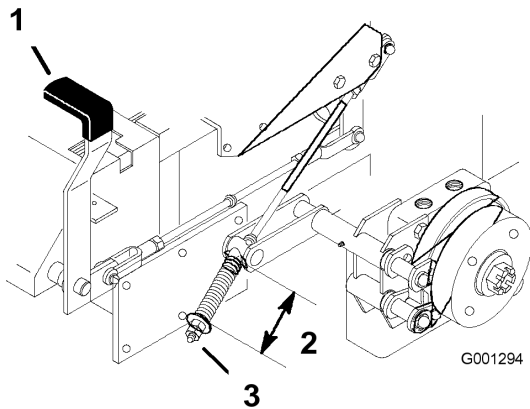

Figure 53
2. Mesurez la longueur du ressort. Les rondelles doivent être espacées de 64 mm (Figure 53).
3. Si un réglage est requis, desserrez le frein de stationnement, desserrez l'écrou de blocage situé sous le ressort et réglez l'écrou directement au-dessous du ressort (Figure 53). Modifiez le serrage de l'écrou jusqu'à ce que le ressort ait la longueur voulue. Tournez l'écrou dans le sens horaire pour raccourcir le ressort et dans le sens anti-horaire pour l'allonger.